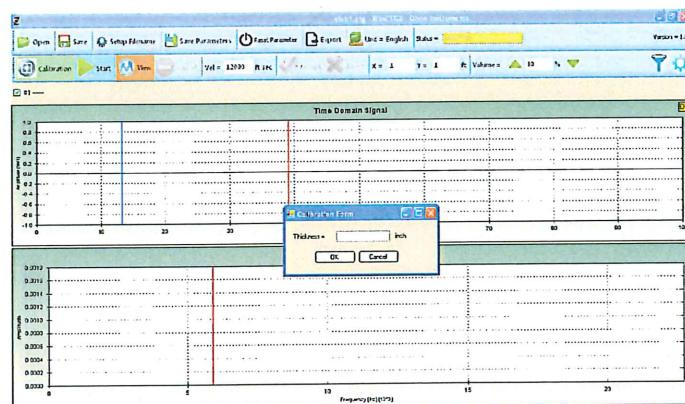

図 4-6 厚さ既知の場所での音速校正（既知の厚さの入力）
- ツールバーの“校正 (Calibration)”を選ぶと、図 4-6 に示すような“厚さ = (Calibration Form)”ダイアログボックが開きます。